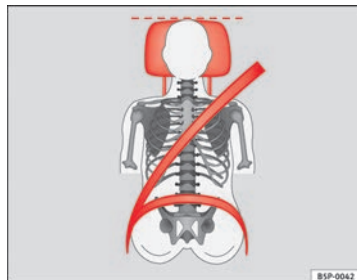
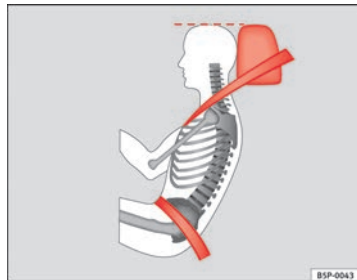

Fig. 3 Poggiatesta posizionato correttamente, vista frontale
Fig. 4 Poggiatesta posizionato correttamente, vista laterale
- Regolare il poggiatesta portando il più possibile il suo bordo superiore alla stessa altezza della parte superiore della testa, almeno all'altezza degli occhi → fig. 3 e → fig. 4.